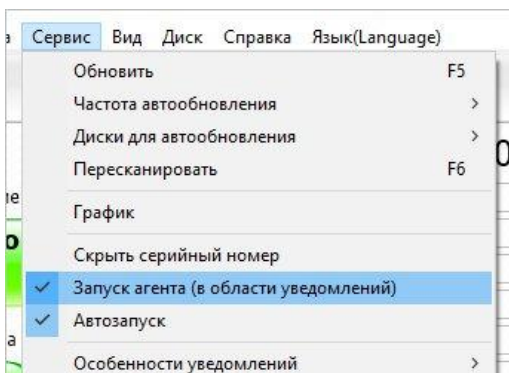

Рисунок 2.16 – Налаштування Автозапуску
Щоб постійно стежити за станом носія, непогано буде додати утиліту в автозапуск Windows. Відкриваємо програму - натискаємо *Сервис – Автозапуск* (рис.2.16).
- ✓ *Запуск агента (в области уведомлений)*, рис. 2.16.